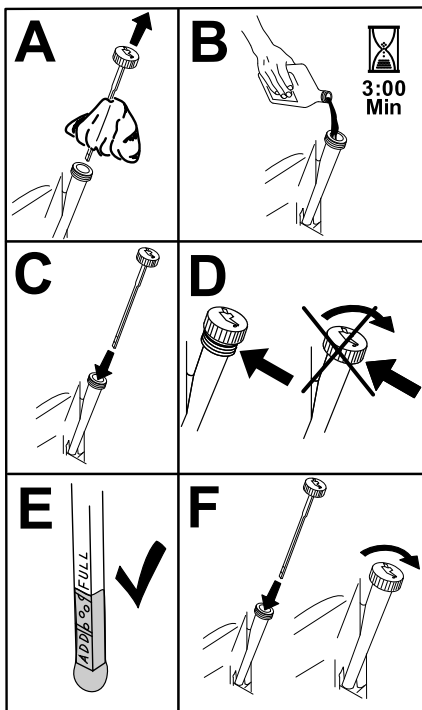

Figura 36
6. Versate lentamente circa l'80% dell'olio indicato nel tubo di rifornimento e sempre con cautela rabboccate l'olio necessario per portarlo alla tacca **Full** (Pieno) (Figura 36).